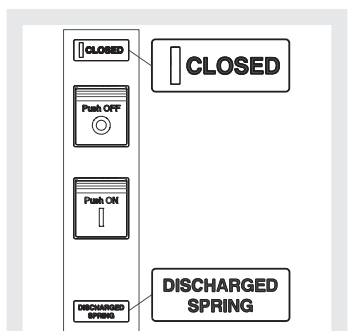

Abbildung 34
3. Leistungsschalter ein mit entspannten Federn (siehe Abbildung 34).